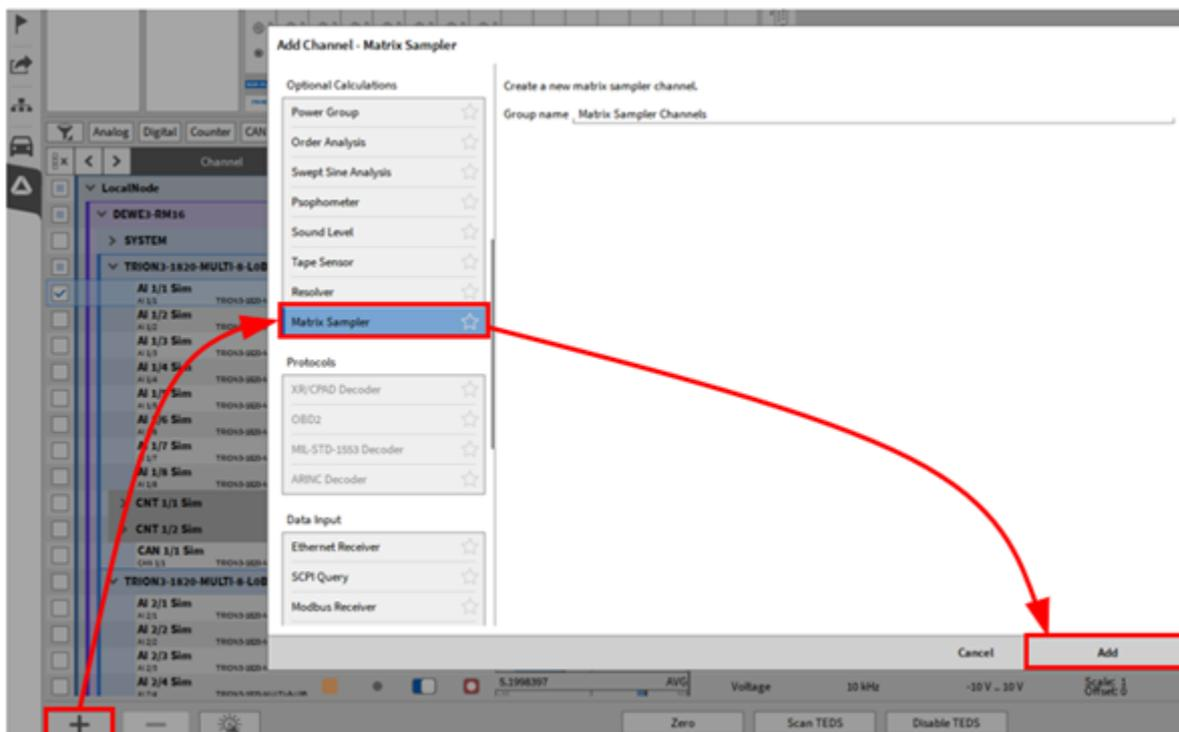

Abb. 7.156: Erstellung eines Matrix Sampler Kanals mit Kanälen aus der Kanalliste
1. Markieren Sie mind. einen Kanal aus der Kanalliste, welcher als Referenzkanal verwendet werden soll (X, Y und einen Eingangskanal) in dieser Reihenfolge (Kanäle können später auch geändert werden). Klicken Sie auf den + Button im unteren linken Eck, wählen Sie Matrix Sampler in der Liste und klicken Sie auf Hinzufügen (siehe Abb. 7.156).